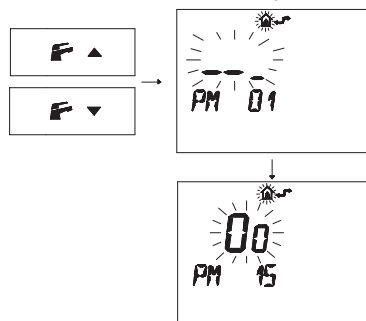

Figura 5.39
- Premere i pulsanti **F** ▼ o **F** ▲ per visualizzare la programmazione "PM15" abilitazione della sonda esterna (Figura 5.39).